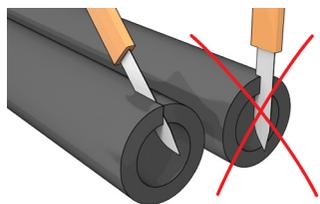

рис. 1
6. Выполнять монтаж теплоизоляционных трубок и покрытий РУ-ФЛЕКС в соответствии с настоящей инструкцией, монтажной инструкцией РУ-ФЛЕКС, информацией на этикетках продукции РУ-ФЛЕКС и как показано на рис. 1, 2, 3, 4, 5, 6